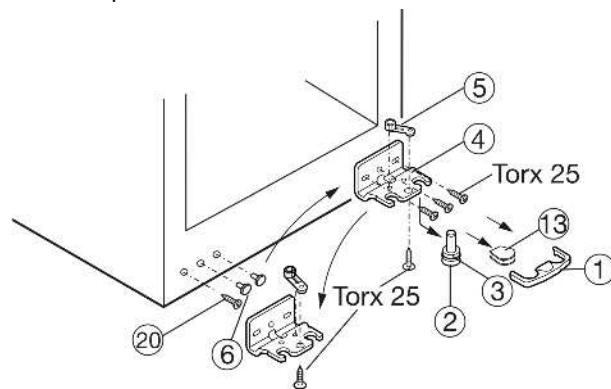

Fig. 4
- Предохранитель Fig. 4 (1) снимите движением вперед.
- Снимите крышку Fig. 4 (13)*
- ▶ Вытяните опорный палец Fig. 4 (2) вниз и вперёд. При этом следите за гнездом шарнира Fig. 4 (3).
- ▶ Открутите опорный кронштейн Fig. 4 (4).
- ▶ Открутите опорную деталь Fig. 4 (5) и, переставив в отверстие на противоположной стороне опорного кронштейна, снова прикрутите.
- ▶ Снимите и снова установите пробку Fig. 4 (6) на противоположную сторону со стороны ручки.
- ▶ Выкрутите болт Fig. 4 (20) и вкрутите на противоположной стороне.
- ▶ Снова прикрутите опорный кронштейн Fig. 4 (4) на новой стороне шарнира, при необходимости с помощью аккумуляторного шуруповерта с усилием 4 Нм.
- ▶ Снова слегка наклоните устройство назад и снова установите опорный палец Fig. 4 (2) с гнездом шарнира Fig. 4 (3). Зазубрина на опорном пальце должна быть расположена спереди.
- ▶ Установите крышку Fig. 4 (13) на противоположной стороне.*
- ▶ Предохранитель (1) нужно зафиксировать сбоку на кронштейне, чтобы опорный палец и двери были защищены от выпадения.
- ▶ Снова защелкните предохранитель (1) на опорном кронштейне.
- ▶ При необходимости выровняйте дверцы через два продольных паза в опорном кронштейне Fig. 4 (4) параллельно корпусу устройства. Для этого выкрутите средний винт.